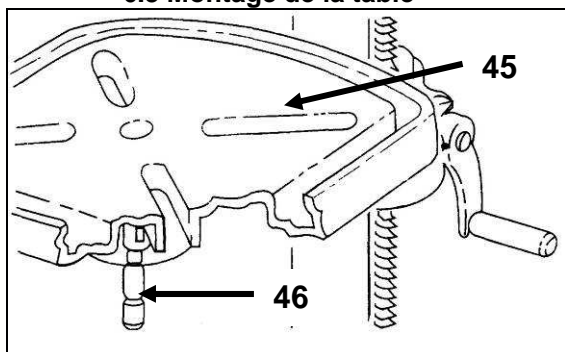

Fig 13
- Montez la table (45) sur son bras et serrez-la en position avec la poignée de blocage (46) (Fig 13).